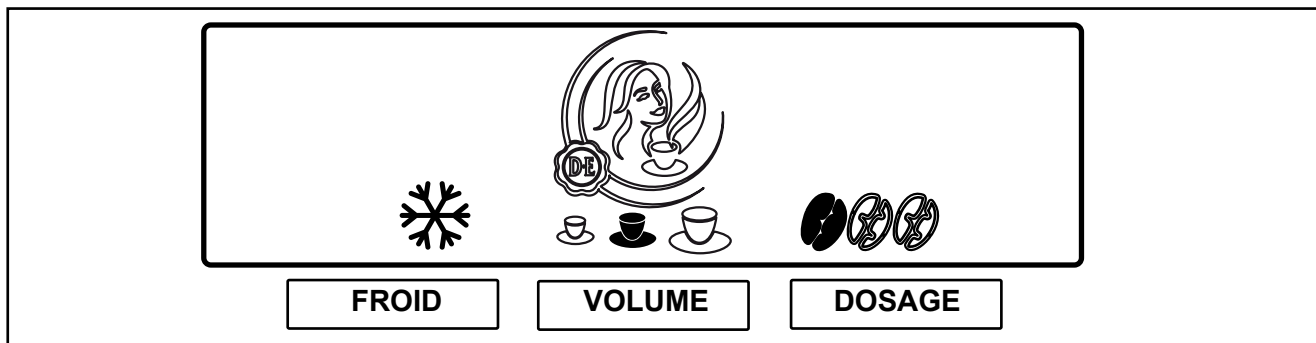

Fig. 16
2. Appuyez sur la touche de présélection «DOSAGE» pour activer ce choix. L'affichage affiche trois grains de café (fig. 16).